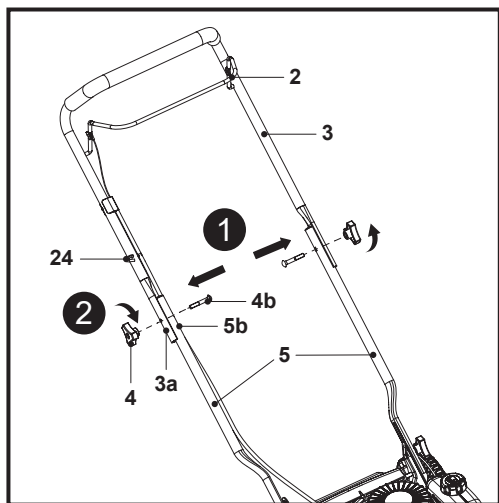
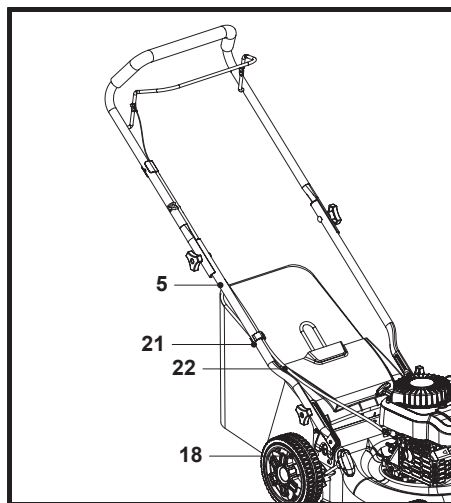

Fig. 2
Fig. 3
1. Aliniază găurile de montare ale barei mânerului superior (3) și ale barelor mânerului inferior (5). Asigură-te că bara mânerului superior (3) are maneta de frână (2) orientată în sus.
2. Introdu un șurub (M8 x 43) (4b) prin găurile de montare (3a, 5b) ale barei mânerului inferior (5) și ale barei mânerului superior (3) până se oprește, apoi prinde roțița de blocare (4) (Fig. 2, pasul 1).
3. Fixează ansamblul mânerului strângând roțița de blocare (4) în sens orar pe filetul șurubului de montare (M8 x 43) (4b) (Fig. 2, pasul 2).
4. Repetă pașii de mai sus pe partea cealaltă a barei mânerului superior (3).
5. Cârligul preasamblat pentru mânerul demarorului cu recul (24) trebuie să fie poziționat pe partea ta dreaptă (văzut din poziția operatorului).
6. Prinde cablul de frână (22) cu clema (21) pe partea dreaptă a barei mânerului inferior (5) (văzut din poziția operatorului) (Fig. 3).